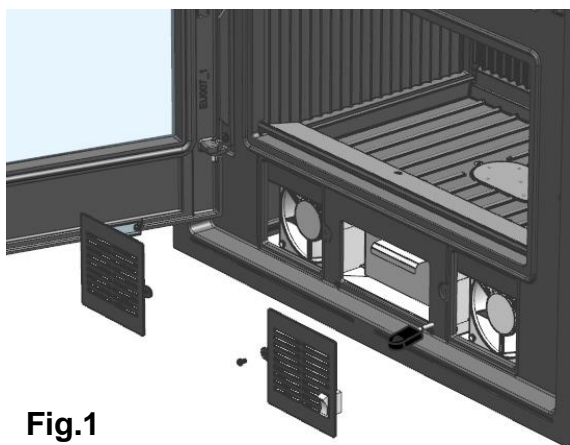

Fig.1
1. Soltar la rejilla frontal aflojando el tornillo que lo sujeta (Fig.1).